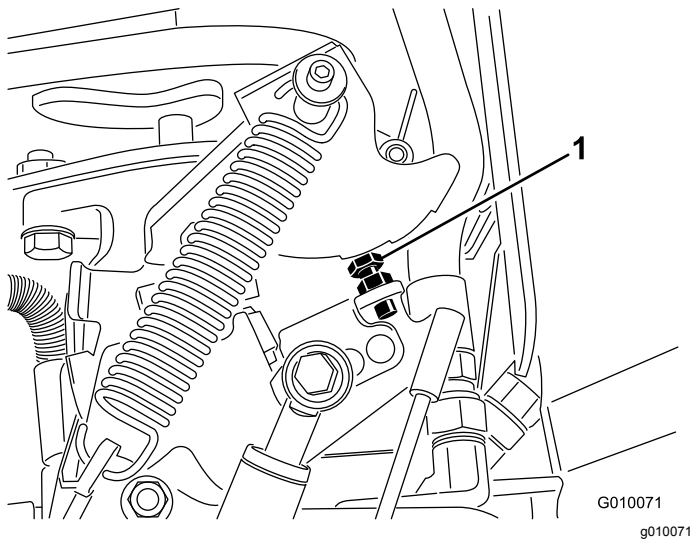

図 67
6. 調整する場合ポンプのストップボルト 図 67 をストッププレートに近づけると穴あけ間隔が小さくなり、遠ざけると間隔が大きくなる。